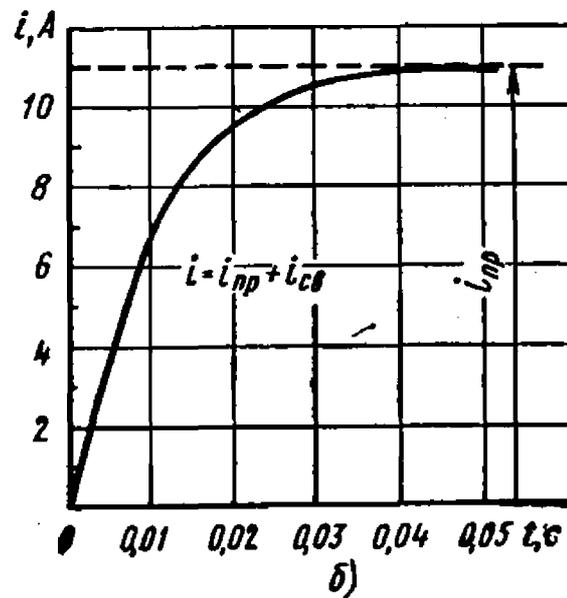

Рис. 7.1
7.1. катушка, сопротивление которой $r = 10$ Ом и индуктивность $L = 100$ мГ, включается в сеть постоянного тока напряжением $U = 110$ В (рис. 7.1, а).
Кривая тока изображена на рис. 7.1, б.